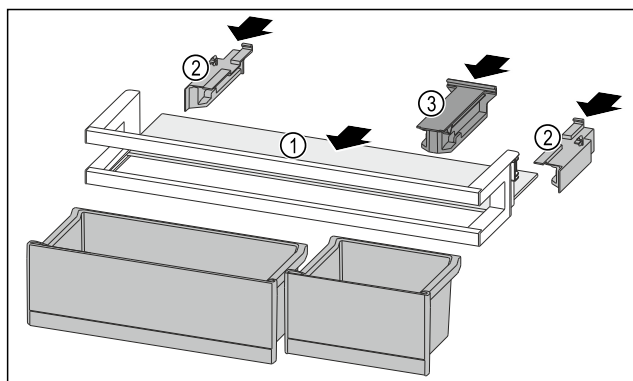

Fig. 263
- ▶ Wsunąć półkę Fig. 263 (1) w boczne wycięcia.
- ▶ Włożyć elementy boczne Fig. 263 (2).
- ▶ Włożyć element trzymający Fig. 263 (3).